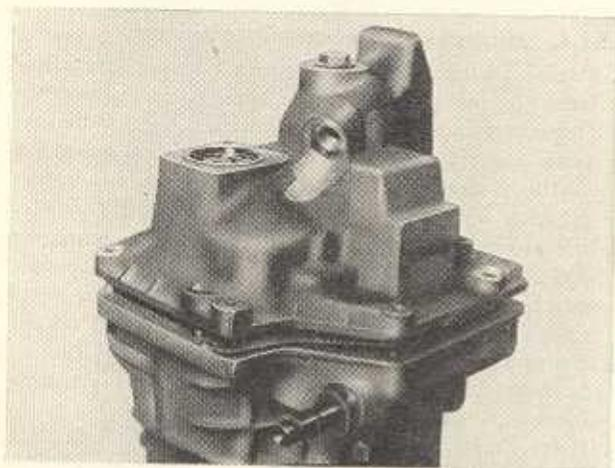

Bild G 126. Hinteres Getriebegehäuse aufsetzen
1. Papierdichtung auf gesäuberten Flansch des mittleren Getriebegehäuses legen, vormontiertes hinteres Getriebegehäuse (s. Abschnitt 4.10.6.) unter Beachtung der Schaltstangen und Achsensitze aufsetzen und acht Sechskantmuttern über Kreuz mit untergelegten Federscheiben festschrauben (Bild G 126).